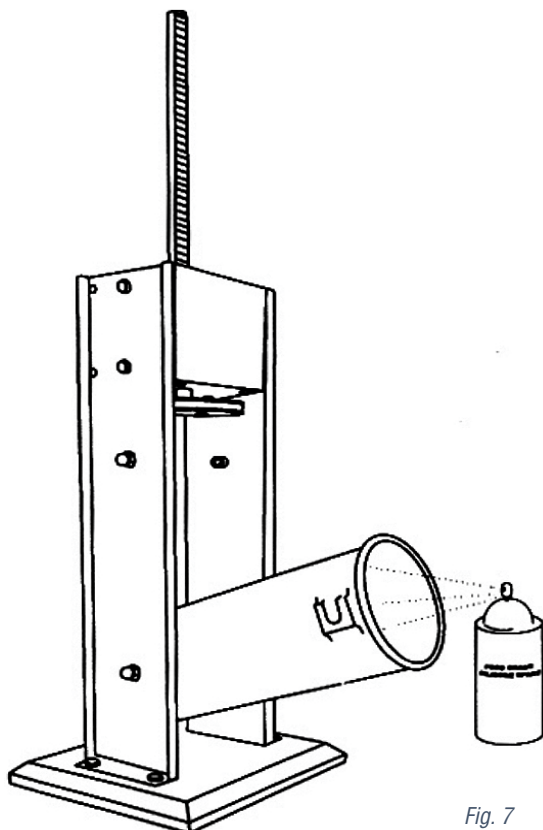

Fig. 7
1. Appliquez un lubrifiant de qualité alimentaire sur l'intérieur du bidon avant de le remplir du mélange de viande suivant (fig. 7).